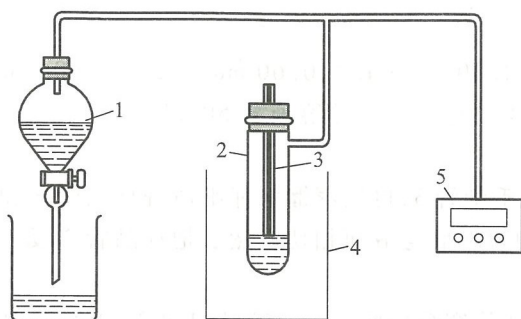
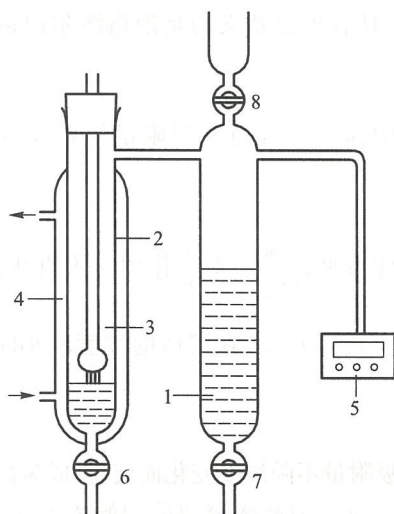

图 28-2 表面张力测定装置
图 28-5 表面张力测量装置
本实验采用最大气泡压力法测定液体的表面张力,其测量装置如图28-2所示。将待测表面张力的液体装入样品管2中,使其中的液面与毛细管3端面相切,则液面沿毛细管上升。通过调节滴液漏斗1的旋塞使系统缓慢减压,此时由于毛细管3内液面上方的压力(即外压)大于样品管中液面的压力,故毛细管内的液面逐渐下降,当液面至管口时便形成气泡逸出。此时数字压力计5的压力差 Δp 即为待测液体在毛细管中所受的附加压力,即
本实验所采用的测量表面张力的实验装置(图 28-2 所示)非常流行,已有商品化的产品。但存在着两点不足:(1) 滴定漏斗和样品管之间存在一定距离,占地较大;(2) 样品管浸入恒温槽中,调节毛细管与液面相切时不太方便。因此可对上述实验装置作少许改进,做成如图 28-5 所示测量装置。其使用方法如下: